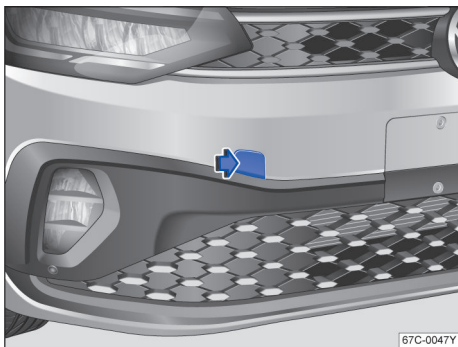

图 123 在保险杠的右前部：拆卸盖板
- 按压盖板的左侧区域 → 图 123 (箭头)，松开盖板的卡扣。